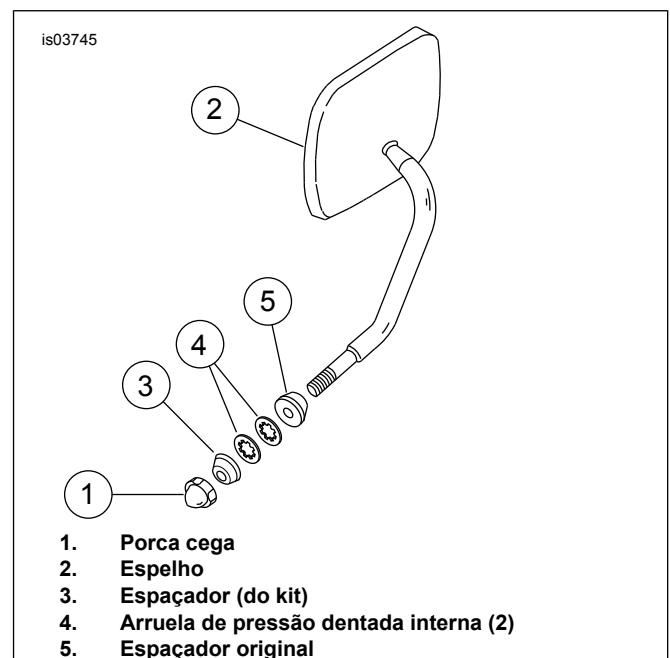

Figura 1. Como prender o espelho
3. Se a seta estiver montada no suporte superior do garfo, remova o parafuso de aperto do tubo do garfo do lado direito do suporte superior do garfo. (Esse é o parafuso que prende a seta para a direita.) Veja Figura 1. Se a seta estiver montada no espelho, remova a seta e as ferragens de montagem. Guarde as arruelas de pressão dentadas internas (4) e o espaçador (5).
4. Instale a porca cega do kit para prender o espelho direito. Se a porca cega "chegar ao final" sem apertar, adicione o segundo espaçador (3) do kit no local mostrado.
7. Repita os passos 1 a 6 para reposicionar a seta para a esquerda. Veja Figura 1. Use uma porca cega e uma arruela de pressão dentada interna originais para montar o espelho.
*Se a seta estiver montada no suporte superior do garfo, realize o passo 7. Se a seta estiver montada no espelho, consulte Figura 2 e instale o suporte da seta. Depois, realize o passo 7, mas use o parafuso de 3/8-16 x 2 pol. do kit para prender a seta. Desconsidere a referência ao parafuso de aperto do suporte superior. Veja Figura 1. Instale a porca cega do kit para prender o espelho direito. Se a porca cega "chegar ao final" sem apertar, adicione o segundo espaçador do kit no local mostrado.*